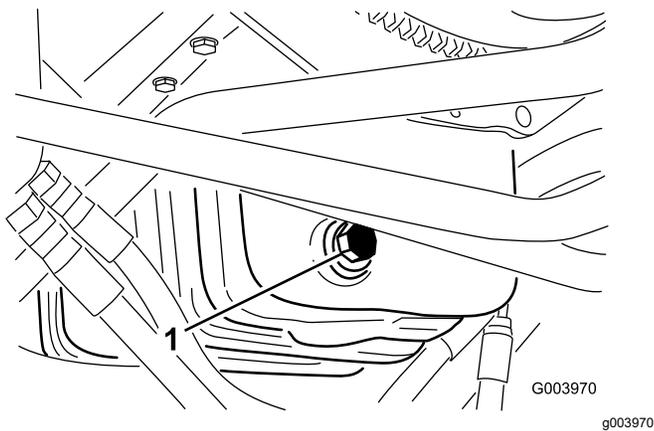

Рисунок 53
1. Снимите маслосливную пробку (Рисунок 53) и дайте маслу стечь в сливной поддон.